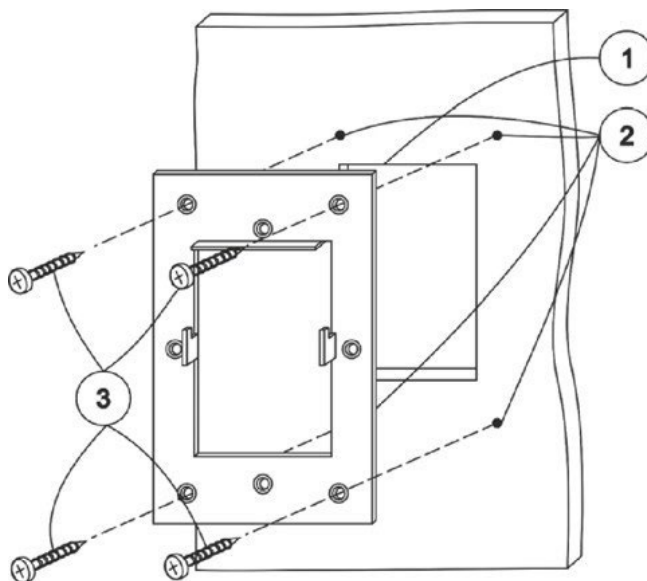

Рис.9
- Закрепить монтажную металлическую рамку на поверхность саморезами согласно размеченной области. Выступы, находящиеся в центральной части рамки, фиксирующие панель управления на стене, должны быть ориентированы на себя, зубцами вверх (см. рис.9).
- Просверлить отверстия для мест крепления панели сверлом диаметром 3,2-4мм (4 отверстия) (см. рис.9).
- Винтами с резьбой М3 с обратной стороны через отверстия зафиксировать панель на поверхности (см. рис.9).